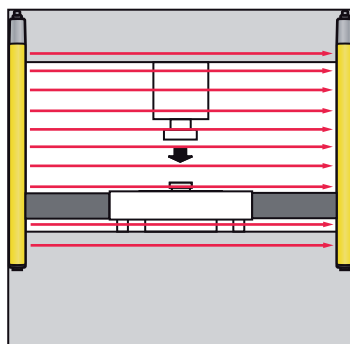

Figure 4.1: Blanking fixe : les blocages mécaniques empêchent l'intrusion latérale dans le champ de protection.
- ↳ Le cas échéant, installez correctement des blocages mécaniques fixés à l'objet (voir figure 4.1) pour éviter la « formation d'ombre » en cas de pièces surélevées ou de montage en biais.